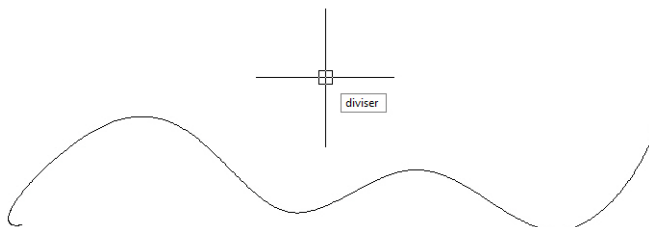

Figure 4.25
- Après avoir terminé la création de votre bloc01 et cliqué sur OK dans la boîte de dialogue Définition du bloc, tapez la commande Diviser au clavier (voir Figure 4.25).